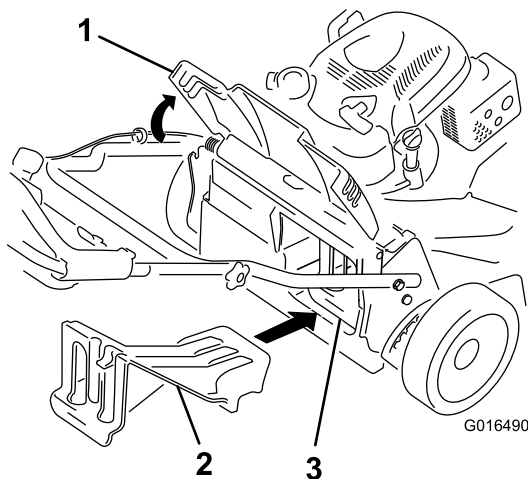

Figure 24
- Si l'obturateur d'éjecteur arrière n'est pas en place, agrippez-le par la poignée, soulevez le déflecteur arrière, et insérez-le dans l'éjecteur arrière jusqu'à ce que le verrou s'enclenche ; voir Figure 24.
**Important:** Assurez-vous que l'obturateur d'éjecteur arrière est en place avant de procéder au recyclage (Figure 24).